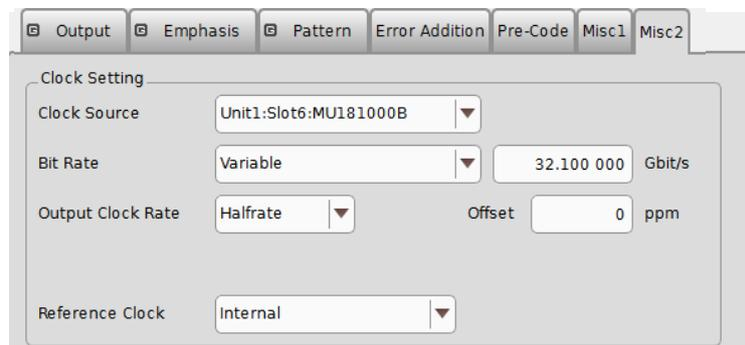

図5.7.1.2-1 Clock Source 設定 (シンセサイザ連動時)
2. MU195020A 画面の Bit Rate にて, 出力データのビットレートが設定できるようになります。図5.7.1.2-1の例では, 出力データを 32.1 Gbit/s に設定しています。